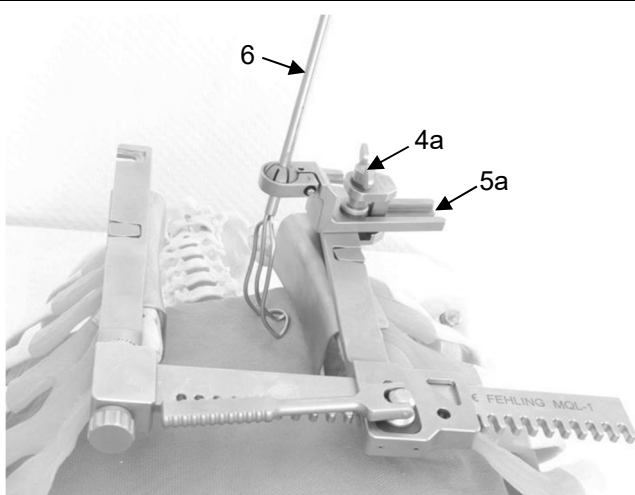

Fig. 9: Esempio di configurazione del divaricatore sternale CEBOTARI Universal con divaricatore atriale
Per posizionare i divaricatori atriali (6) (vedere Tabella 2, pagina 10), questi vengono collocati sui bracci del divaricatore in posizione a piacere (anche nell'area delle lame) con l'ausilio dell'elemento di fissaggio MZZ-1Q (4a) e un adattatore a sfera idoneo (5a) (Fig. 9).